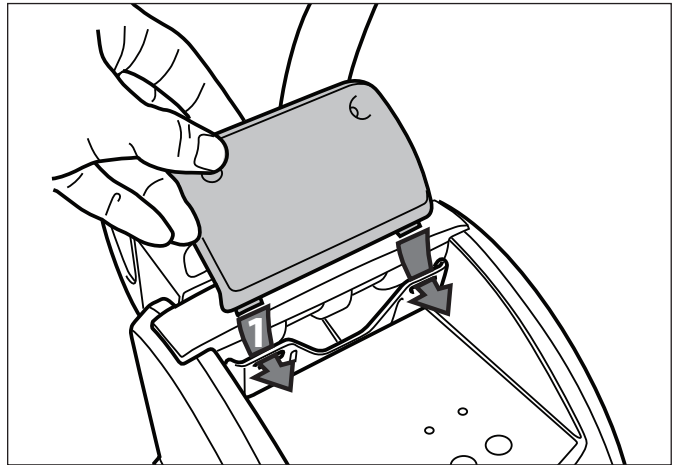

Figure 13. Positionner les pinces des plaques de verrouillage
2. Faire glisser les pinces de la plaque de verrouillage dans le crochet de commande et aligner avec les trous de vis. Se référer à la Figure 13.